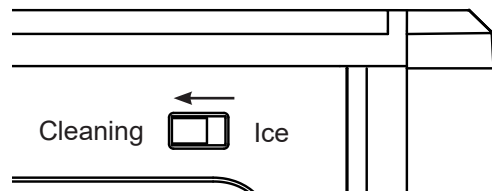

Figura 2
4. Enchufe la Opal y deslice el selector trasero hasta la posición "clean" (limpiar). Consulte la figura 2.